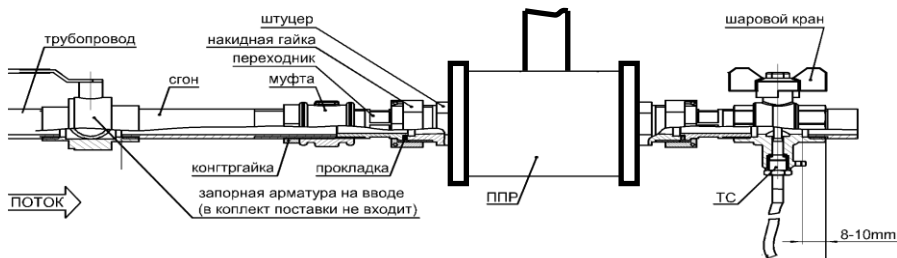

Рис.8.1
4.4.1 На выбранном месте установки первичного преобразователя необходимо вырезать участок трубопровода с учётом габаритной длины ППРН/Р, переходников, шарового крана и сгона (см. рис. 8.1).
установить ТС в шаровый кран (см. рис. 8.1).